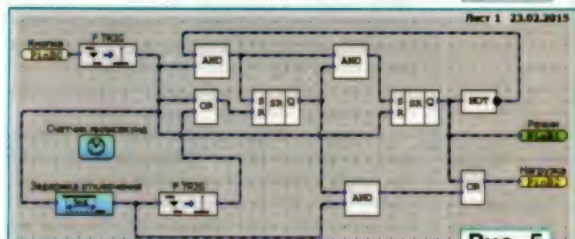

Рис. 5
3. Средства, основанные на языках FBD и LAD, применяемых в промышленной автоматике. Строго говоря, языки программирования, как таковые, в них не используются. Это, скорее всего, визуальные среды для рисования принципиальных и логических схем проектируемых устройств. Примеры схем вычислительных алгоритмов, построенных с помощью сред проектирования Horizon и FLProg, показаны соответственно на рис. 5 и рис. 6. Тем, кто привык работать с цифровой техникой, больше понравится работать в этих средах, чем разрабатывать программы на классических языках программирования. Подобные средства хорошо подходят как для изучения импульсной и релейной техники, так и для создания серьёзных проектов. В них сконцентрирован многолетний опыт разработчиков программ для промышленных контроллеров. Но начальный уровень знаний, требующийся для использования таких средств, значительно выше. Нужно владеть основами электротехники и принципами построения электрических схем. Эти средства хороши для инженеров-электриков и электронщиков, которые хотят использовать микроконтроллеры в своих разработках, не изучая для этого классические языки программирования.